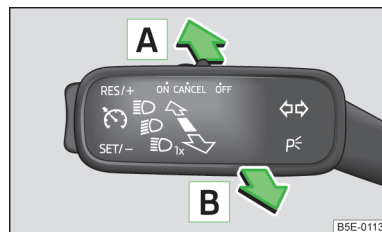

Fig. 31
- Amenez la manette sur la position **A** (position auto-rabattue) » fig. 31.
- Lorsque les feux de route **sont allumés** suite à une activation automatique, amenez la manette **B** en position (position auto-rabattue) » fig. 31.